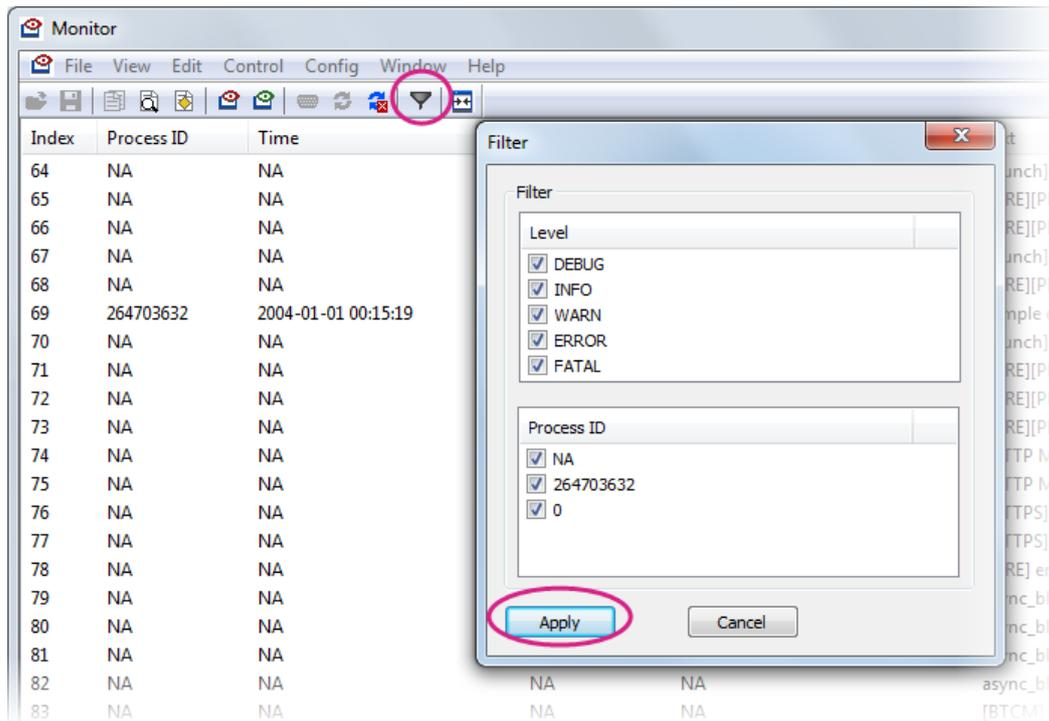

图 36 过滤工具按钮
5) 您还可以使用过滤工具按钮创建不同的记录级别，如图 36 所示，单击 **Apply** 调用过滤器设置。